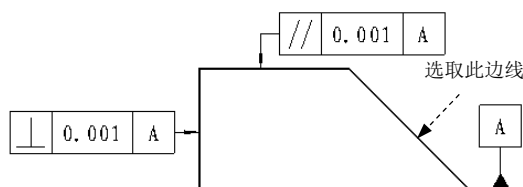
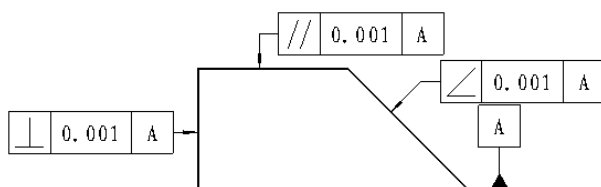

图 6.5.19 选取放置边
图 6.5.20 “倾斜度”形位公差
Step3. 放置形位公差符号。选取图 6.5.19 所示的边线，在合适的位置单击以放置形位公差，结果如图 6.5.20 所示。